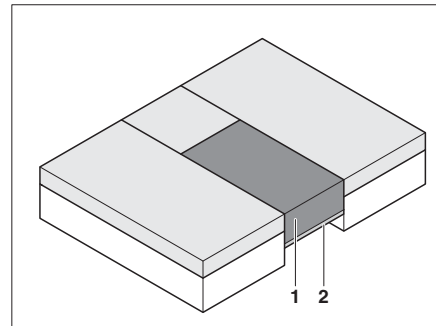

Bild 79 Efter ombyggnaden
- Lägg extradynan (Bild 79,1) på den utdragna ribbotten (Bild 79,2).